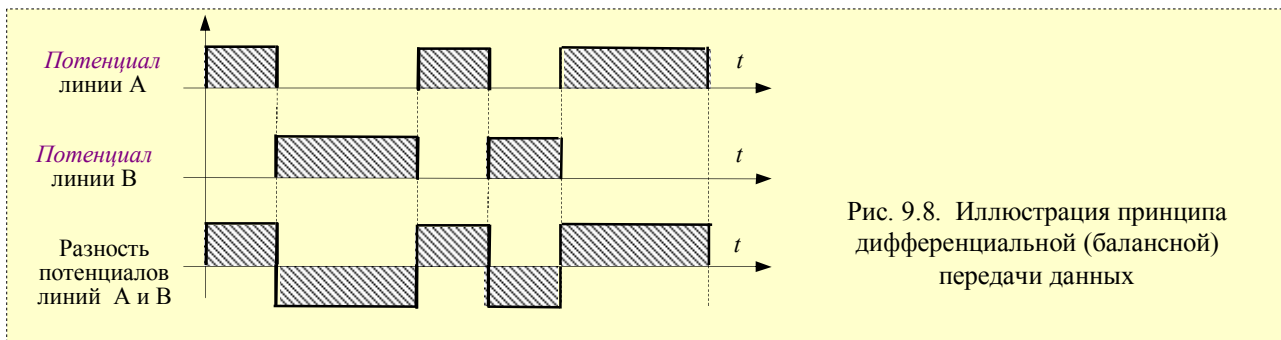

Рис. 9.8. Иллюстрация принципа дифференциальной (балансной) передачи данных
Интерфейсы RS-422 и RS-485. В их основе лежит принцип *дифференциальной (балансной)* передачи данных - передача одного сигнала осуществляется по двум проводам: по одному проводу (A) идет исходный сигнал, а по другому (B) - его инверсная копия. Между двумя проводами всегда есть *разность потенциалов*: при "1" она положительна, при "0" – отрицательна (рис. 9.8).